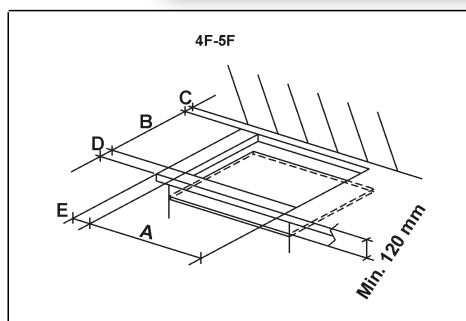

РИС. 7
На поверхности рабочего стола следует сделать прямоугольное отверстие для встраивания варочной поверхности, размеры которого приведены на рис. 7. Предварительно следует проверить соответствие минимальных допусков между поверхностью, боковой и задней стенками. Подвесные полки или вытяжки следует устанавливать на высоте не менее 760 см от поверхности прибора (см. рис. 7 и 8).
- Во избежание случайного соприкосновения с горячей варочной панелью во время проведения работ, необходимо установить деревянную прокладку, прикрученную болтами на минимальном расстоянии 120 мм от верха (см рис. 7).